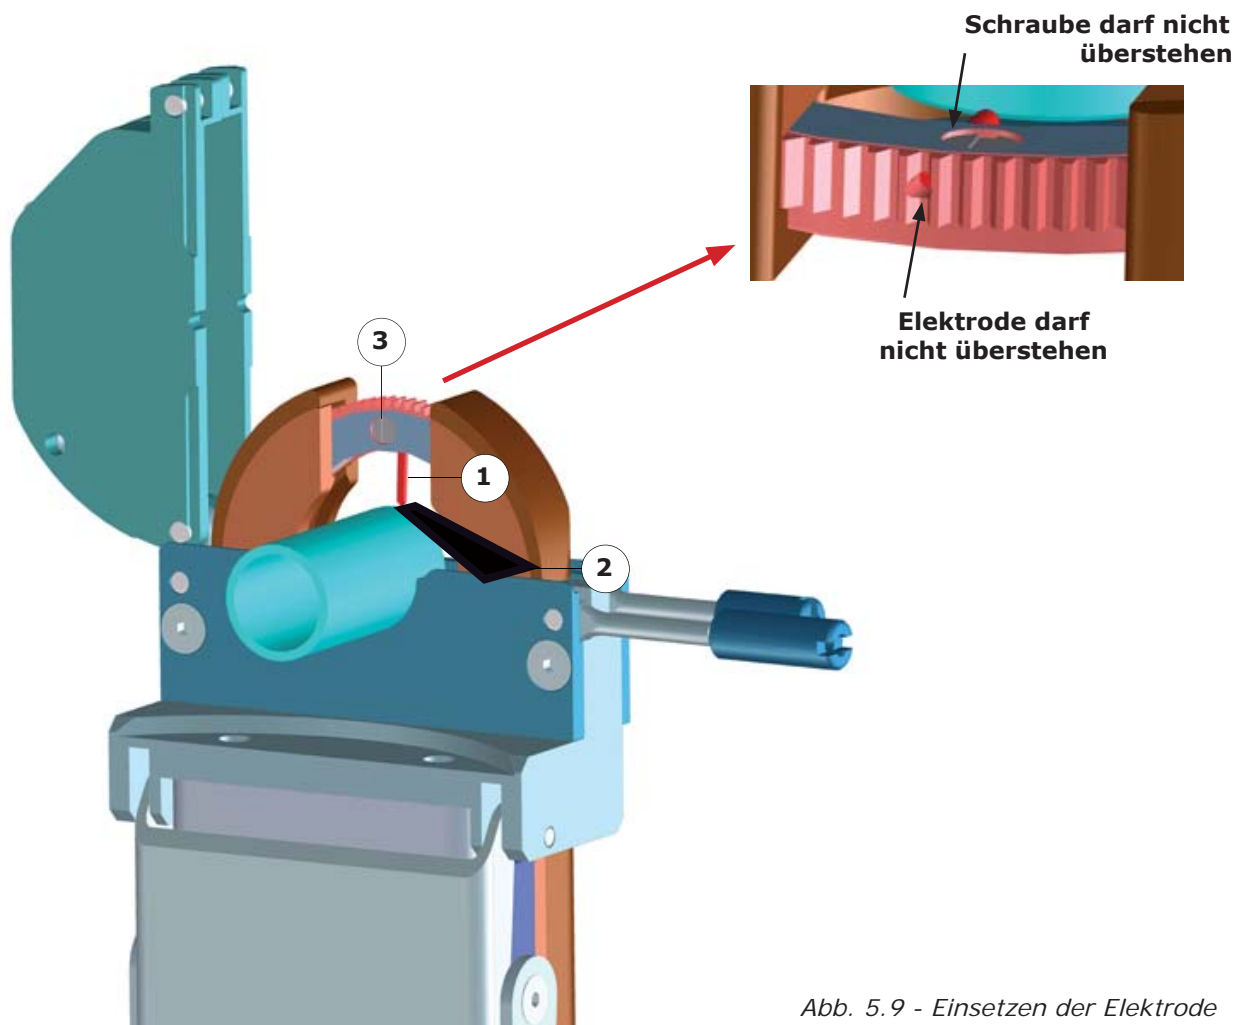

Abb. 5.9 - Einsetzen der Elektrode
- Die Elektrode (Abb. 5.9 - Index 1) in die Aufnahmebohrung einführen
- Mit einer entsprechenden Fühlerlehre (Abb. 5.9 - Index 2) den richtigen Abstand zwischen Elektrode und Werkstück einstellen
- Die Elektrode in dieser Position mit der Befestigungsschraube (Abb. 5.9 - Index 3) fixieren.